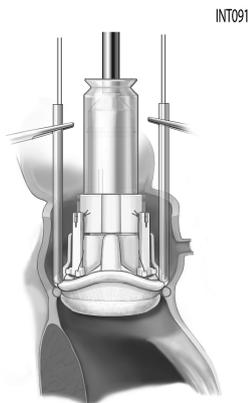

Figura 15
5. Asegure la válvula mediante los cepos comprimidos con hemostatos sobre el anillo de sutura. Consulte la Figura 15.